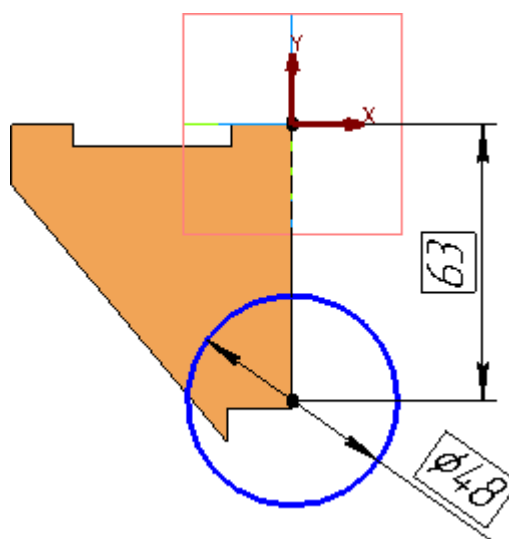

Рис. 11
- используя команду  **Выровнять точки по вертикали**, выровняйте центр окружности и начало координат (рис. 11);